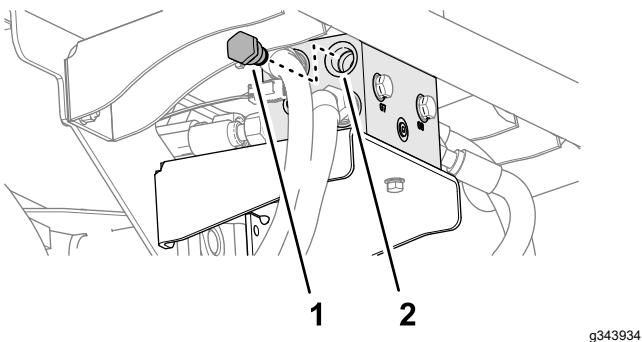

Bild 3
1. Entfernen Sie auf der Rückseite der Maschine das Rückschlagventil vom Anschluss CV des Antriebsverteilers (Bild 3).